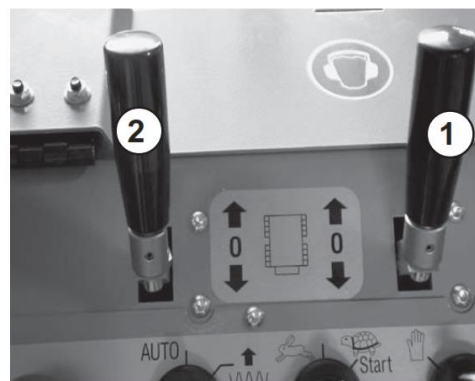

Figura 27
- Lăsați motorul să funcționeze în relanti un anumit timp, în funcție de temperatura ambiantă (consultați graficul din figura 27).